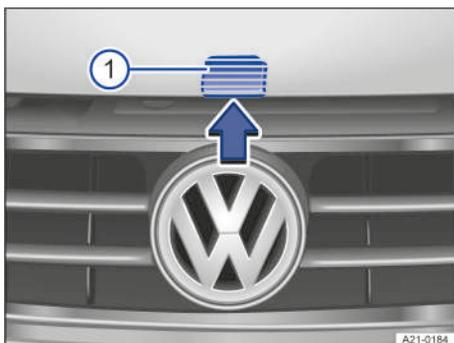

Fig. 171 Encima de la parrilla del radiador: palanca de accionamiento del capó delantero.
3. Levante el capó por la palanca de desbloqueo y ábralo del todo → fig. 171 ①.